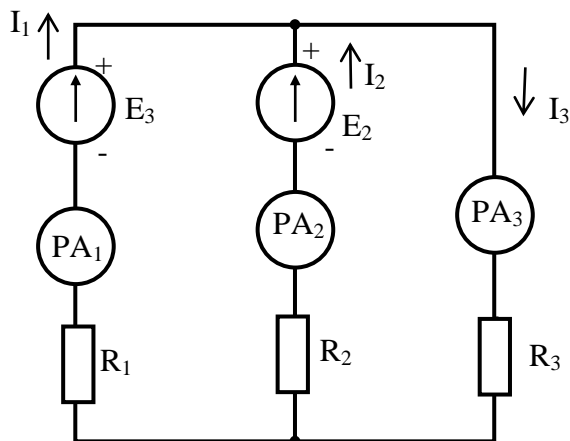

Рисунок 6.1 – Схема 1 для определения токов по методу наложения
4. Рисунок 6.1 – Схема 1 для определения токов по методу наложения.